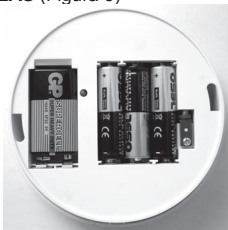

Figura 3
**INSTALACIÓN DE LAS PILAS (Figura 3):**
INSTALACIÓN DE LAS PILAS (Figura 3)